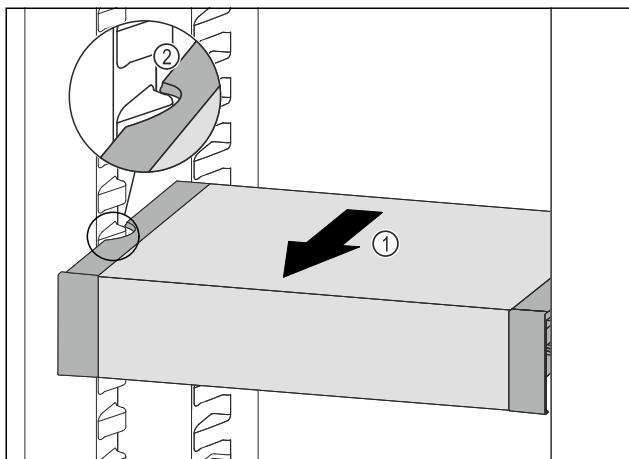

Fig. 101
- ▶ VarioSafe ťahajte dopredu Fig. 101 (1), kým sa bočné vybrania VarioSafe nebudú nachádzať vo výške rebra nádoby v chladničke. Fig. 101 (2)